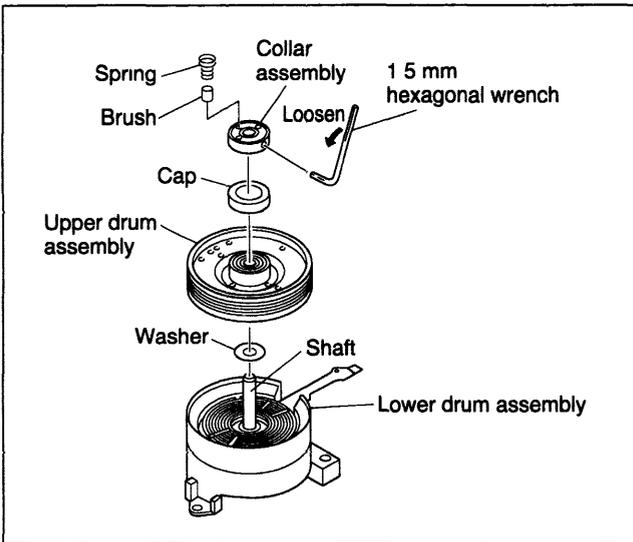

Fig 2-2-39 Upper drum assembly-1
- (1) Limpe as bobinas abaixo do conjunto cilindro superior e o novo conjunto com um pincel macio
- (2) Instale uma nova arruela (washer) e o conjunto cilindro superior no eixo do cilindro (Veja Fig. 2-2-39)